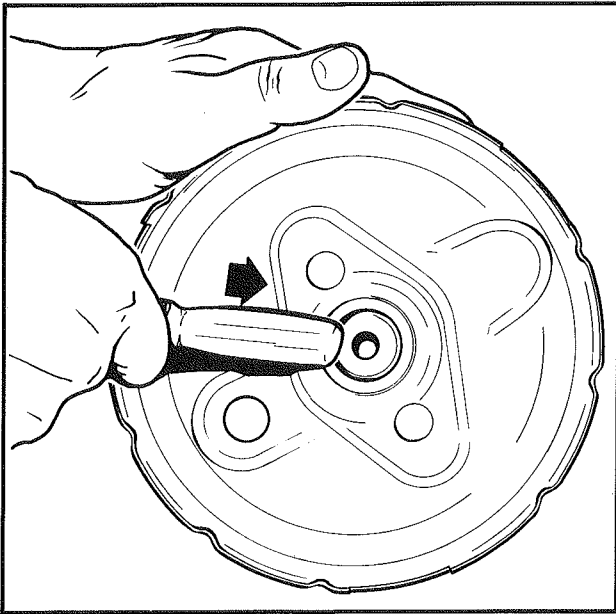

Fig. 5
- Déposer l'anneau d'arrêt (6), le joint d'étanchéité (7) et sa rondelle (8) du cylindre d'air (Fig. 1) et (Fig. 5).